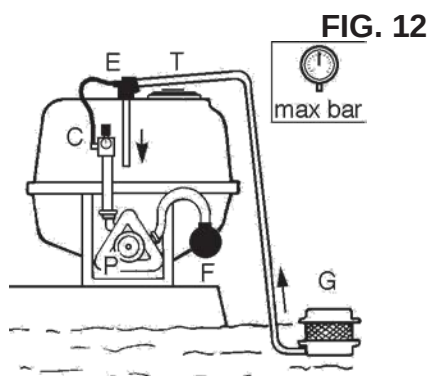

FIG. 12
c) PUNJENJE IZBACIVAČEM PROTIV ZAGAĐENJA (Fig. 12)